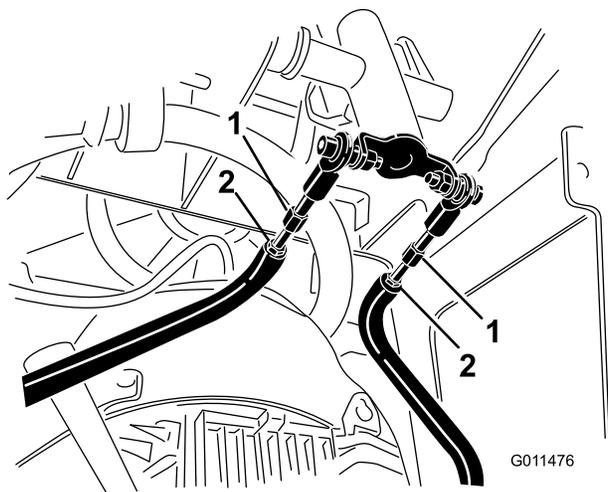

図 53
- D. 走行ロッドコントロールパネル下のジャムナットをゆるめる 図 53。